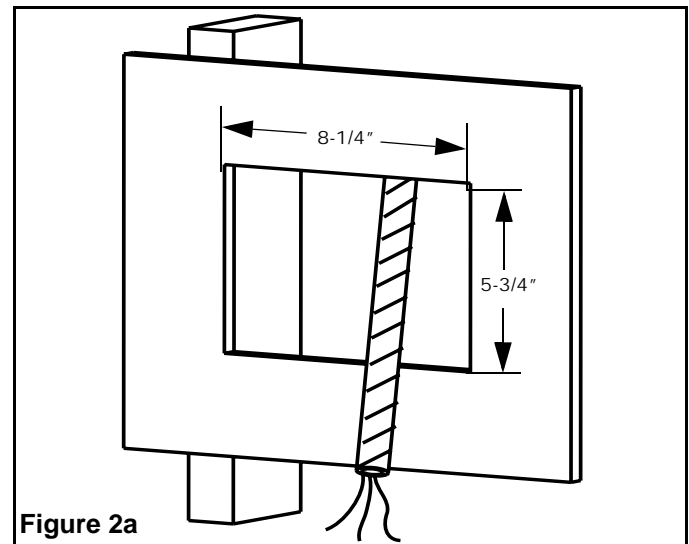

Figure 2a
“U” Bracket Installation in the wall (Figures 2a, b, c)
1. Cut a rectangular opening (8-1/4 inch by 5-3/4 inch) next to the ceiling joist. The opening must have the short side along the joist. Use the "U" bracket to mark the dimensions on the ceiling (Figures 2a, b, c).
1. Couper une ouverture rectangulaire (de 8-1/4 po par 5-3/4 po) près de la solive du plafond. Le côté court de l'ouverture doit être le long de la solive. Utiliser le support en " U " pour marquer les dimensions de l'ouverture sur le plafond (Figures 2a, b, c).